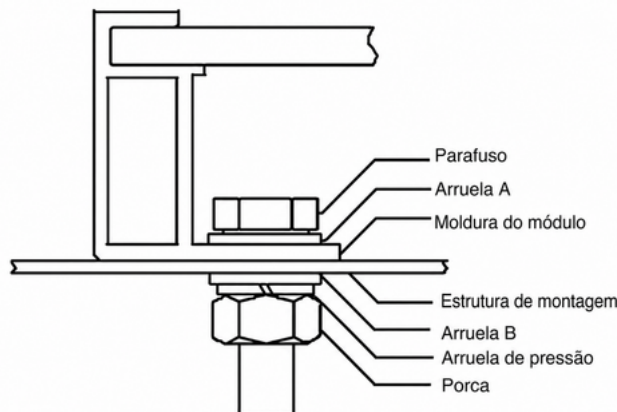

Figura 2
- Os componentes necessários para as peças de fixação são mostrados na figura 2 e as especificações recomendadas são apresentadas na Tabela 1 para módulos com estrutura de alumínio e na Tabela 2 para módulos com estrutura de aço.
<p>Figura 1 O-A</p>	 <p>Figura 2 O-B</p>